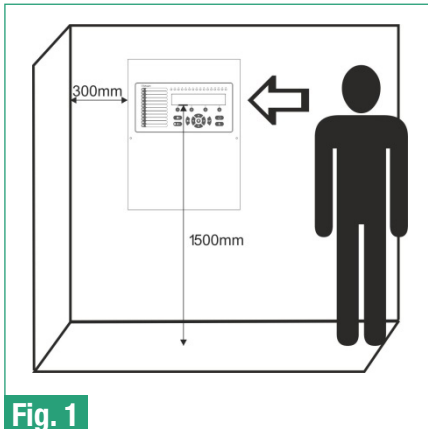

Fig. 1
- Kies de beste plaats voor de centrale in de ruimte (fig. 1), ver van verwarming, stof en water, met omgevingstemperatuur tussen -5°C en $+40^{\circ}\text{C}$. **Attentie: Het paneel is niet waterbestendig!**